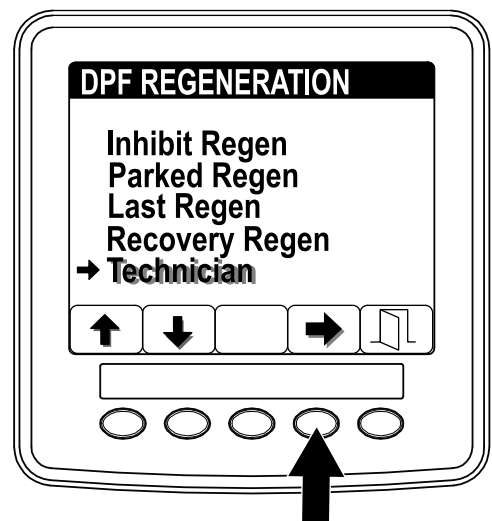

図 36
1. 再生DPF Regenerationメニューから、ボタン 1 と 2 を使ってスクロールして TECHNICIAN整備士用メニューに入る 図 36。
2. ボタン 4 で Technician に入る 図 36。